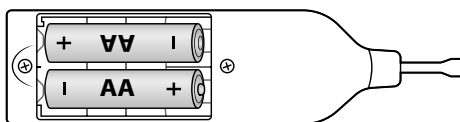

Abb. 1
- ◆ Legen Sie die Batterien, wie im Batteriefach **4** gekennzeichnet, in den Wachsschmelzer **1** ein (siehe *Abb. 1*).